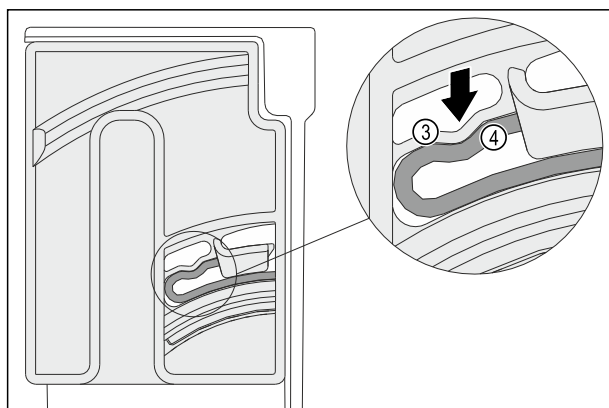

Fig. 101
- Det elastiske elementet Fig. 101 (3) til den dreibare enheten går hørbart i lås i den runde formen til listen Fig. 101 (4).